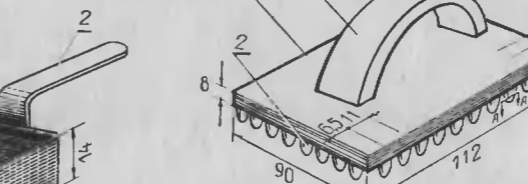

Рис. 17
**Трамбовка для зерновых культур и для кукурузы (рис. 17).** Состоит из пластины **1** и ручки **2**, может быть выполнена из оргстекла, винипласта или из дерева.
Изготовлена может быть так же, как и трамбовка, по рис. 17.